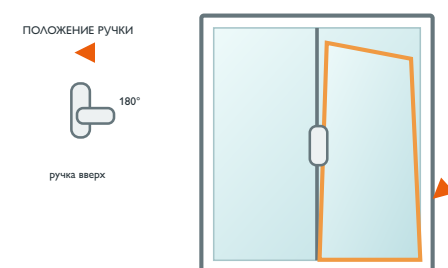

Рис. 2
- Для перевода створки из закрытого положения в откидное (поворот створки относительно нижней горизонтальной оси, положение «Откинута» на Рис. 2) ручку поворачивают вертикально на 180° градусов вверх, затем, потянув за ручку, поворачивают створку относительно нижней горизонтальной оси на заданный изготовителем угол (не более 10°) — откидной режим.
- Для запирания створки из открытого или откидного положения ее сначала закрывают и, придерживая створку рукой, поворачивают ручку вертикально вниз (положение «Закрыто» на Рис. 2).